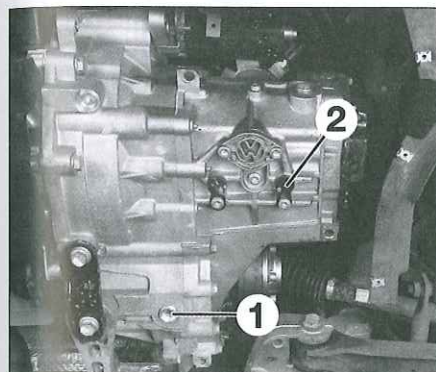

Fig. 1
- Desmontar el tornillo de vaciado (1) y el pivote de apoyo (2) (Fig.1).